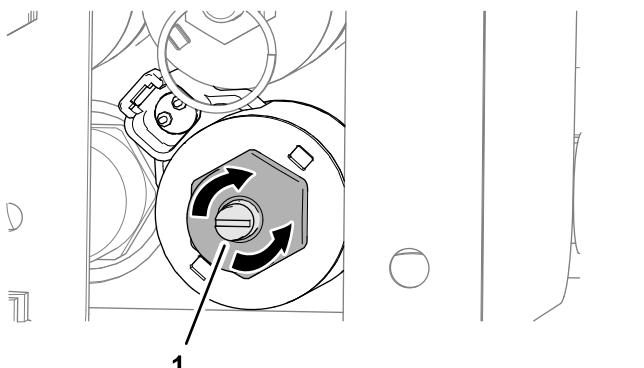

Figura 32
1. Ruotate la vite a testa esagonale del sistema di esclusione della valvola in senso orario per aumentare la velocità del piano (Figura 32).